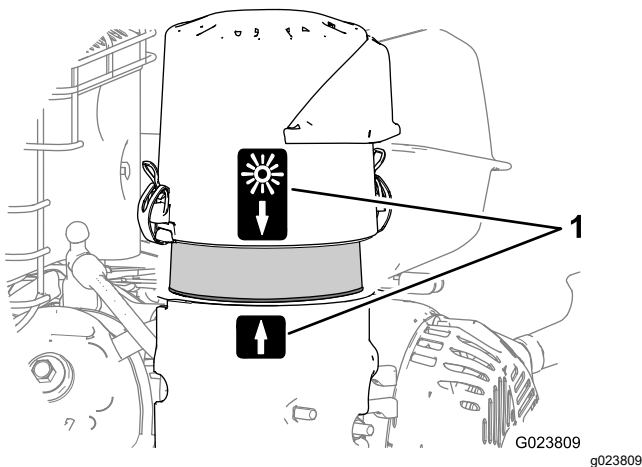

Bild 26
8. Fluchten Sie die Pfeilaufkleber an der Luftfilterabdeckung und den Pfeilaufkleber am Unterteil aus (Bild 26).